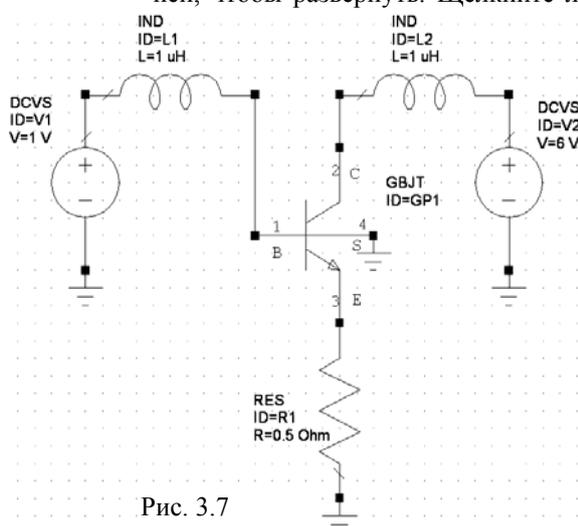

Рис. 3.7
11. Найдите в окне просмотра элементов группу **Sources** (Источники) и дважды щёлкните по ней, чтобы развернуть. Щёлкните левой кнопкой мышки по подгруппе **DC** (Постоянный ток). Модели доступных источников отображаются в нижней части окна. Нажмите левой кнопкой мышки на модель **DCVS** и, не отпуская кнопки мышки, перетащите её в окно схемы, отпустите кнопку мышки, позиционируйте элемент на левом узле индуктивности **IND ID=L1**, как показано на рис. 3.7, и щёлкните левой кнопкой мышки, чтобы зафиксировать элемент.
12. Щёлкните левой кнопкой мышки по значку **Ground** на панели инструментов, двигайте курсор в окно схемы, позиционируйте землю на нижнем узле элемента **DCVS**, как показано на рис. 3.7, и щёлкните левой кнопкой мышки, чтобы зафиксировать.
14. Щёлкните левой кнопкой мышки по элементу **Ind**, чтобы выделить его. Щёлкните левой кнопкой по значку **Copy** и затем по значку **Paste** на панели инструментов, чтобы скопировать его. Поместите скопированный элемент правее и выше элемента **СВJT** и соедините с узлом 2 элемента **СВJT**, как показано на рис. 3.7.
15. Нажмите клавишу **Shift**, щёлкните левой кнопкой мышки по элементу **DCVS** и подключённой к нему земле. Скопируйте эти элементы и подключите их к последнему элементу **Ind**, как показано на рис. 3.7.